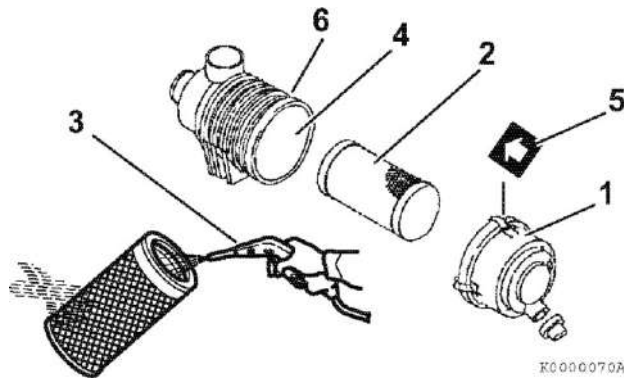

Рисунок 48
1. Отцепите и снимите крышку фильтрующего элемента воздушного фильтра (рисунок 48 (1)).
3. Продуть (рисунок 48 (3)) фильтрующий элемент в направлении изнутри-наружу сжатым воздухом под давлением 0.29 - 0.49 МПа, 3.0 - 5.0 кгс/см², чтобы удалить частицы пыли. Следует применять минимально низкое давление воздуха, чтобы не повредить фильтрующий элемент при удалении пыли.
8. Повторно установите крышки воздушного фильтра, удостоверившись, что направление стрелки (рисунок 48 (5)) на крышке совпадает со стрелкой на корпусе (рисунок 48 (6)).
Следует заменять фильтрующий элемент воздушного фильтра (рисунок 48 (2)) через каждые 500 часов работы двигателя, даже если фильтрующий элемент не поврежден и не загрязнен.
При замене фильтрующего элемента, необходимо очистить внутреннюю часть корпуса воздушного фильтра (рисунок 48(4)).